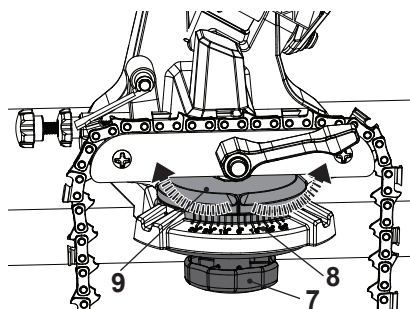

Fig. 4
1. Desaperte ligeiramente o retentor do torno (7) rodando-o no sentido anti-horário e rode o ângulo da corrente da serra - como mostrado na escala do anjo (8) (Fig.4).
2. Empurrar o disco de moagem (15) pela pega (1) para verificar se o disco de moagem corresponde ao ângulo da corrente da serra.
3. Apertar depois o retentor do bordo (7).